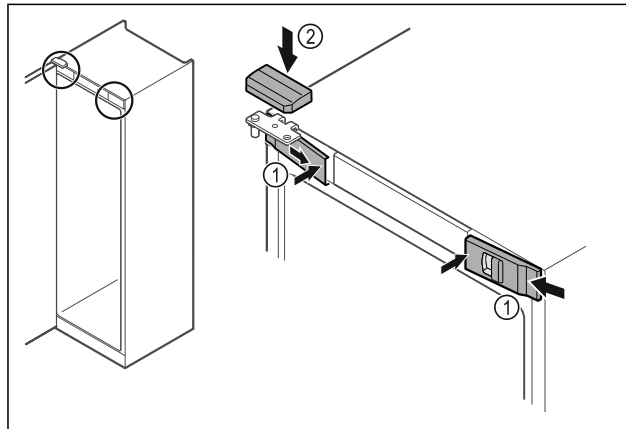

Fig. 53
- Přední kryty Fig. 53 (1) bočně zahákněte a zaklapněte dovnitř.
- Horní kryt Fig. 53 (2) shora zaklapněte.